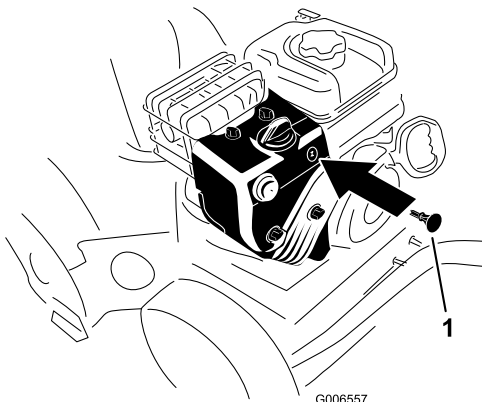

Bild 20
3. Stecken Sie den Zündschlüssel ein (Bild 20).